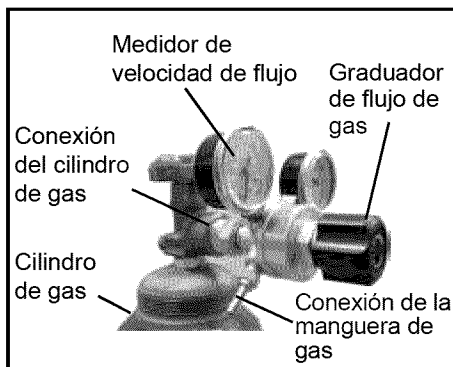

Fig. 9
2. Conecte el otro extremo de la manguera de gas a la conexión de la manguera de gas ubicada en el regulador/medidor de flujo suministrado (Fig. 9).
aproximadamente 20 CFM en el medidor de velocidad de flujo (Fig. 9). Asegúrese de estar leyendo la escala correcta del medidor. **NOTA:** Abra despacio la válvula del cilindro girándola en sentido contrario al de las agujas del reloj, hasta que el manómetro del cilindro se muestre en el primer medidor del regulador. Gire lentamente la perilla de ajuste en el sentido de las agujas del reloj (derecha) para aumentar el flujo de gas a 20 cfm. Para reducir el flujo de gas, gire la perilla de ajuste en sentido contrario al de las agujas del reloj (izquierda). Cuando se active el gatillo debe escucharse el flujo de gas. De no haber flujo de gas, se generará un arco desarmónico con exceso de salpicaduras, y será difícil obtener un cordón de soldadura uniforme. Evite la pérdida innecesaria de gas cerrando la válvula del tanque cuando termine de soldar.